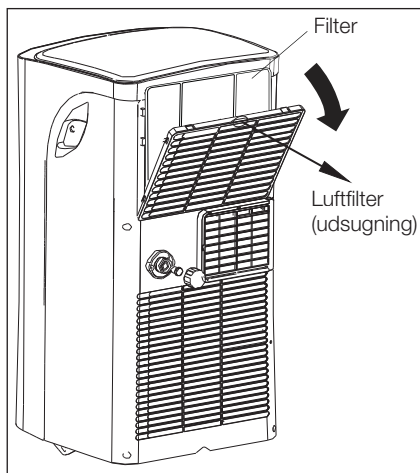

Fig. 27
- Denne enhed har et filter på bagsiden af enheden. Tag fat i tappen på det øverste panel, og tag filteret ud, som sidder bag gitteret på bagpanelet (fig. 27).